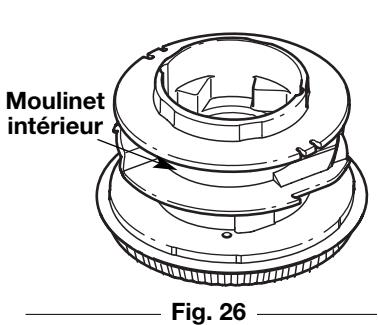

Fig. 26
- Saque toda la línea que haya en el carrete interior antes de limpiarlo. Saque todos los residuos o pasta de la perilla, resorte, carrete interno y sello de espuma. Lave el carrete interior con agua jabonosa tibia (Fig. 26).